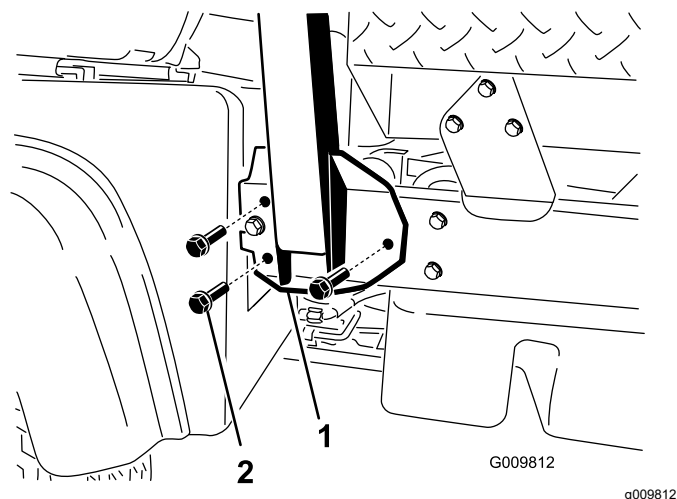

Figure 3
2. Placez chaque côté de l'arceau de sécurité en face des trous de montage de chaque côté du cadre de la machine (Figure 3).
3. Fixez le support de l'arceau de sécurité de chaque côté du cadre de la machine au moyen de 3 boulons à embase ($\frac{1}{2}$ x $1\frac{1}{4}$ po) (Figure 3).